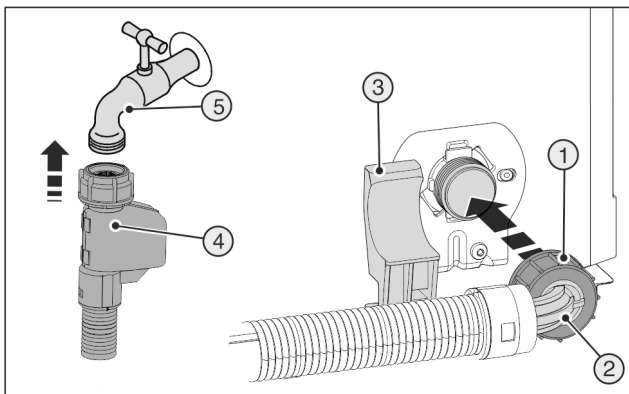

Fig. 22
- ▶ Raccorder l'extrémité droite du tuyau Fig. 22 (4) au robinet d'arrêt. Fig. 22 (5)